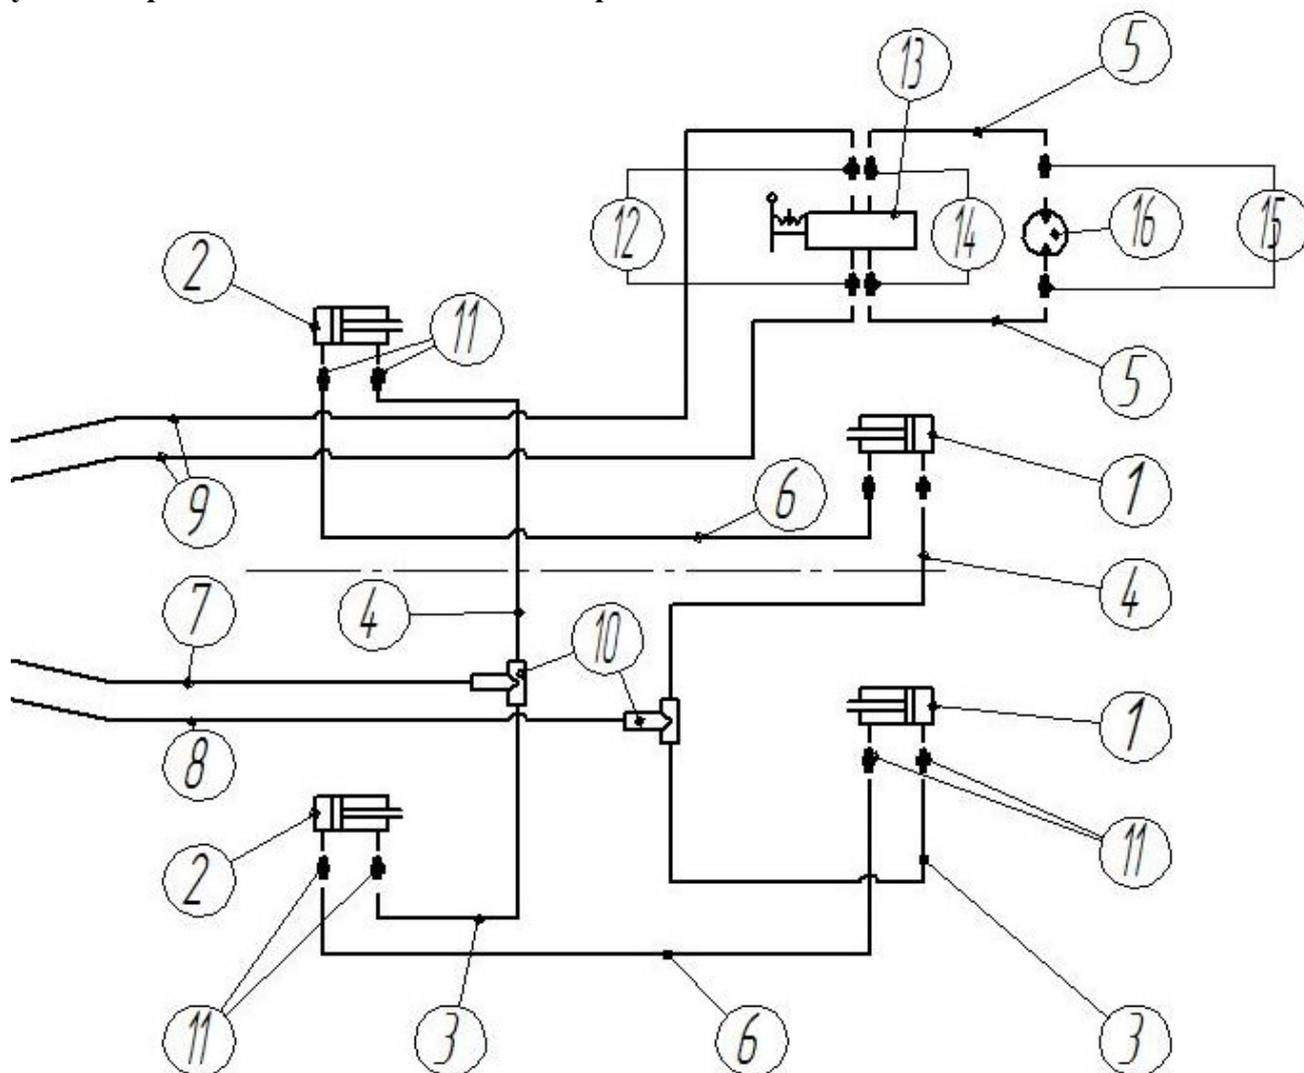

Рис. 4.8.3. Схема гидросистемы ПК-4,8Б
4.8.1. Установите узлы и детали гидросистемы посевного агрегата в соответствии с рис. 4.8.3. Номера узлов и деталей см. в табл. 4.8.1, и на бирках. Гидроцилиндры регулировки глубины заделки устанавливаются штоками вверх и внутрь посевного агрегата (рис. 4.8.1).
(поз.1, рис. 4.8.3), то может произойти скручивание поворотного вала (п.2, рис. 7.1.1). Это приведет к изменению геометрии рамы посевного комплекса и нарушению равномерности глубины обработки и высева семян по ширине захвата.